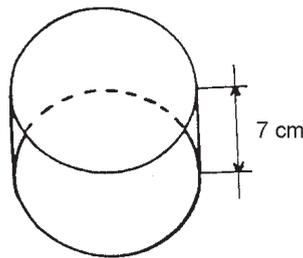

Figura 8
- Corta sobre la línea de la lata C; ésta será la base del comedero; la figura 8 te muestra cómo debe quedar.